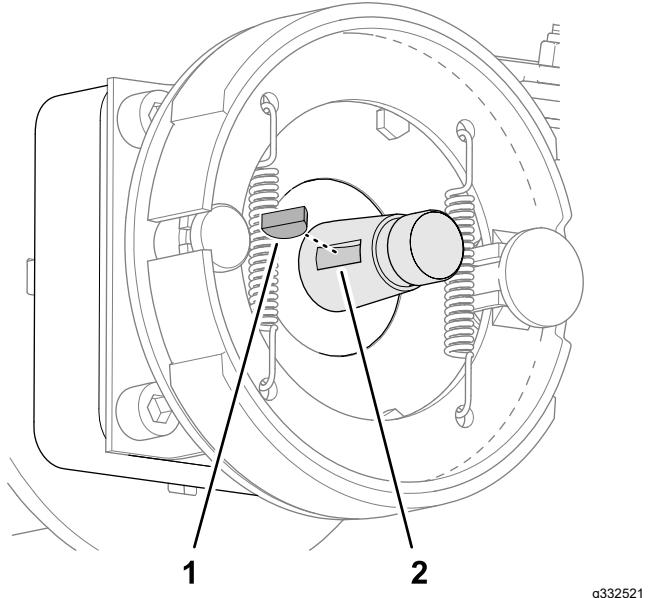

Bild 69
- Führen Sie die Passfeder in die Nut der Radmotorwelle ein (Bild 69).